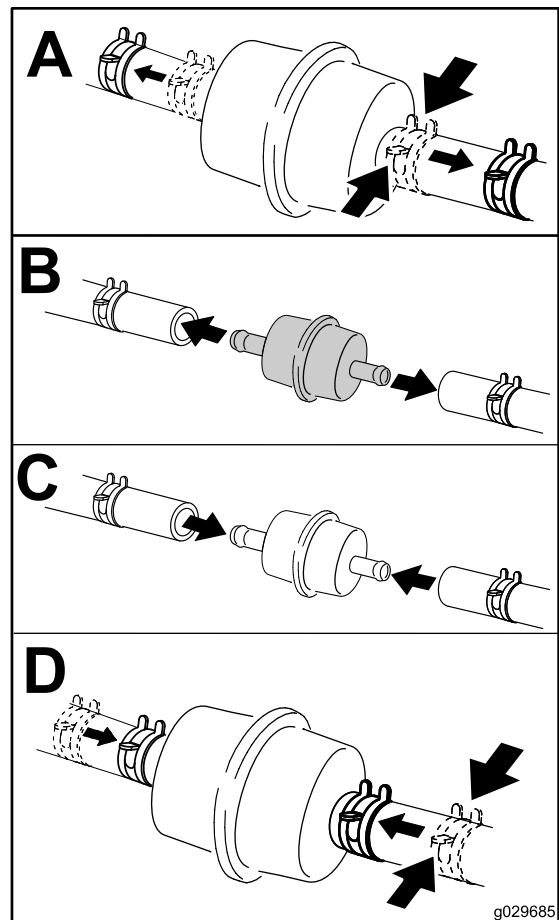

Figure 42
4. Placez un bac de vidange propre sous le filtre à carburant et remplacez le filtre à carburant comme montré à la Figure 42.